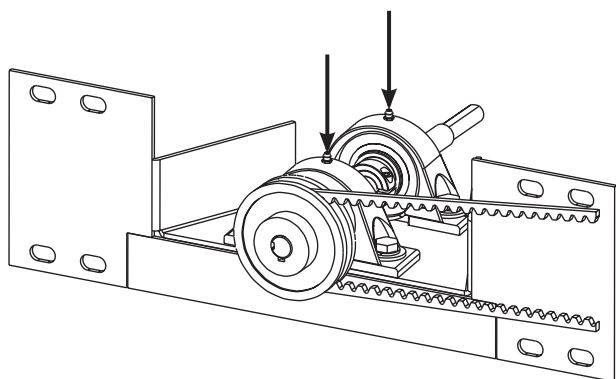

Figure 4-43.
Engraissez les deux (2) roulements principaux de l'axe du ventilateur / caléfacteur (Figure 4-43), à l'aide d'une graisse spéciale (graisse pour hautes températures à base de lithium MMP/N 17110-0015) UN SEUL JET DU PISTOLET DE GRAISSE est nécessaire pour chaque roulement.